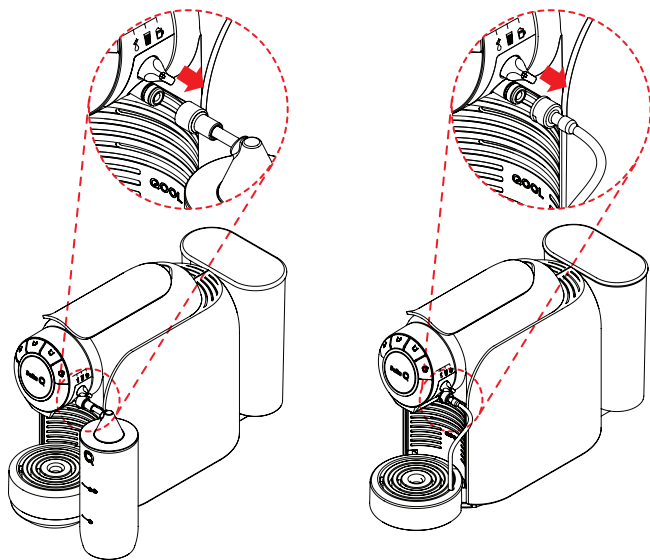

Fig. 31: Retirar o recipiente ou o tubo de aspiração do leite.
- Puxe cuidadosamente o recipiente de leite ou o tubo de aspiração do leite para fora (ver **Fig. 31**).